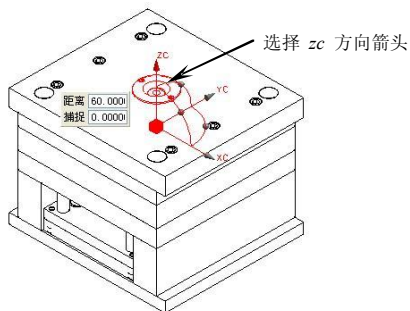
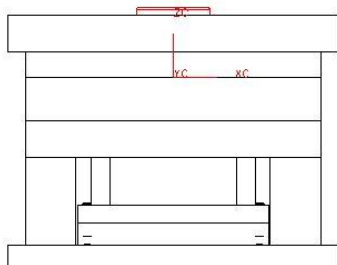

图5-47
图5-48
5. 在【实用工具】工具条中单击【动态 WCS】按钮，选择 zc 方向箭头，并在【距离】输入框中输入“60”，如图 5-47 所示，然后单击 **MB2** 确定调整坐标系，结果如图 5-48 所示。